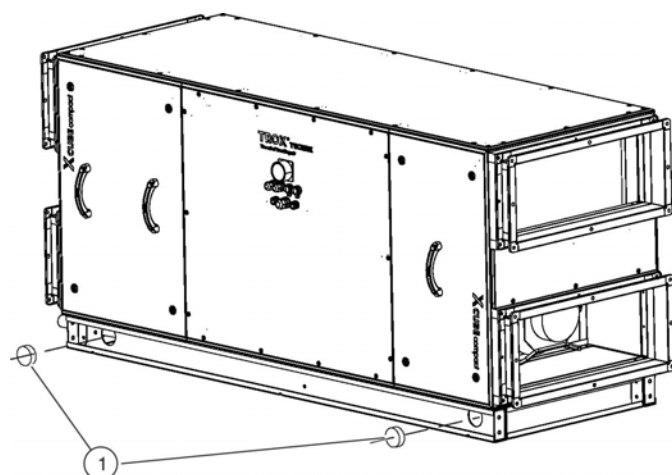

Fig. 16: Fixation des chevilles
4. ► Boucher les ouvertures prévues pour la maintenance dans le châssis de la centrale de traitement d'air à l'aide des chevilles (Voir la Fig. 16/1) fournies.